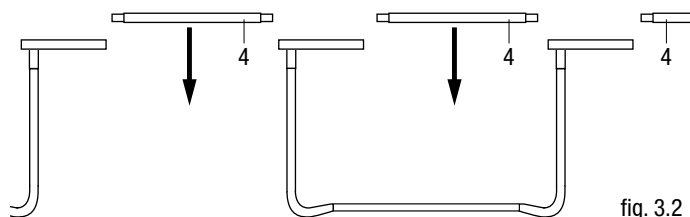

fig. 3.2
- In seguito aggiungere le altre tubature del telaio (4) negli spazi intermedi situati tra le gambe fisse (6), inserendole le une sulle altre. (Fig. 3.2) Prima di inserire l'ultima tubatura del telaio è consigliabile innanzi tutto staccare una o due gambe d'appoggio. Così si agevola leggermente l'inserimento dell'ultima tubatura.